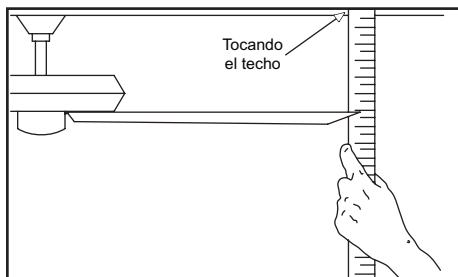

Figura 17
2. La mayoría de los problemas de oscilación del ventilador se deben a que las aspas no están al mismo nivel. Verifica este nivel seleccionando un punto en el techo sobre la punta de una de las aspas. Mide desde un punto en el centro de cada aspa al punto en el techo. Mide esta distancia como se muestra en la Figura 17. Gira el ventilador hasta que la siguiente aspa quede en posición para medir. Repite el procedimiento para cada aspa. Las desviaciones de la medición no deben pasar de  $1/8''$  (3.2 mm). Enciende el ventilador por 10 minutos.